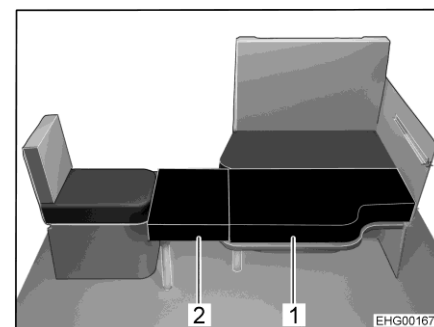
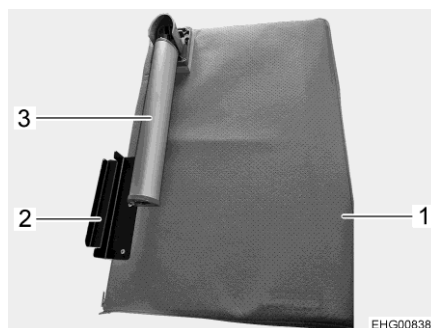

Fig. 124 Après la transformation
Fig. 125 Planche supplémentaire
- Déplier le repose-pieds (Fig. 125,3) sur la planche supplémentaire (Fig. 125,1).
- Accrocher l'équerre de support (Fig. 125,2) de la planche supplémentaire au siège individuel et poser le coussin supplémentaire (Fig. 124,2) sur le plateau de table.
- Poser le second coussin supplémentaire (Fig. 124,1) sur le plateau de table.